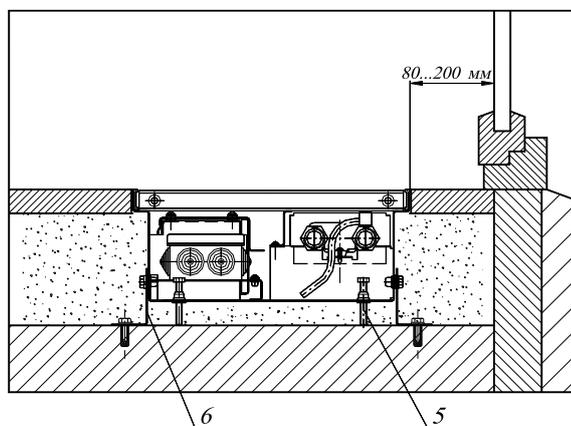

Рис.6
5.2. Конвектор монтируется в пол, для этого необходимо установить конвектор или его секции в заранее подготовленный канал в полу и выставить их по уровню пола, с помощью упорных болтов 5. Для конвектора длиной более 3,1 м соединить секции конвектора между собой болтами с гайками. Закрепить конвектор опорами 6 к черновому полу (см. Рис.6).